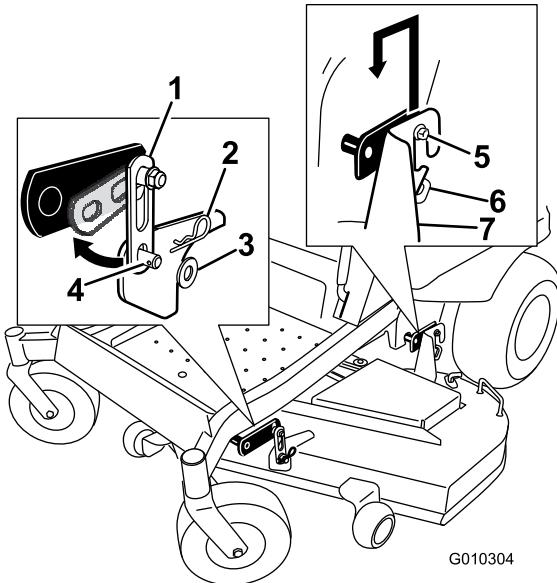

Figure 64
2. Enlevez les fixations des patte de fixation avant de chaque côté du tablier de coupe (Figure 64).
3. Soulevez le tablier de coupe avec précaution pour le dégager des boulons des pattes de fixation arrière et abaissez l'avant du tablier au sol (Figure 64).
5. Soulevez l'arrière du tablier de coupe et guidez les supports sur les boulons des pattes de fixation arrière (Figure 64).
6. Montez le support avant du tablier de coupe sur les pattes de fixation avant et fixez-les avec une rondelle et une goupille fendue (Figure 64).